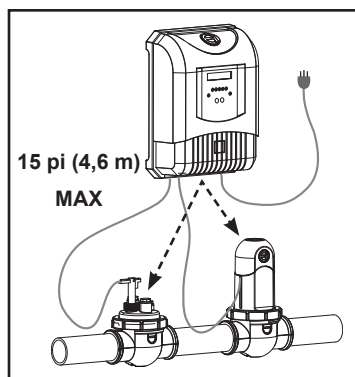

Figure 4. Exigences d'installation
2. Visser le support du bloc d'alimentation à un mur où il sera bien fixé en s'assurant qu'il soit placé à pas plus de 15 pi (4,6 m) de la cellule (Voir Figure 4 et 5).